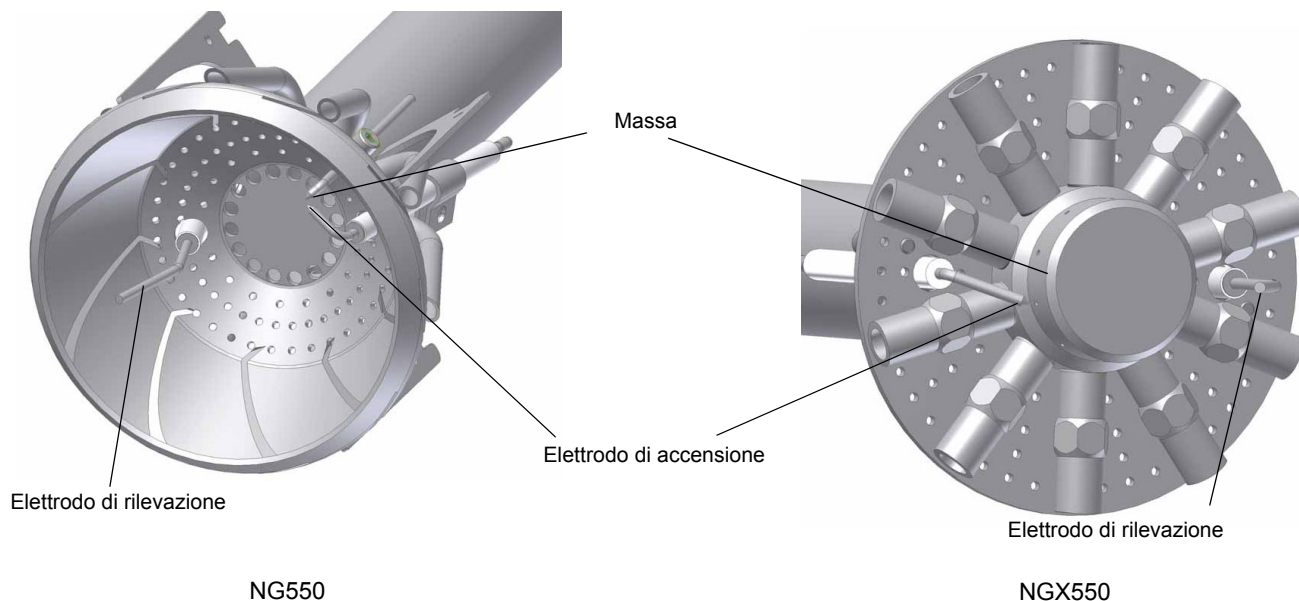
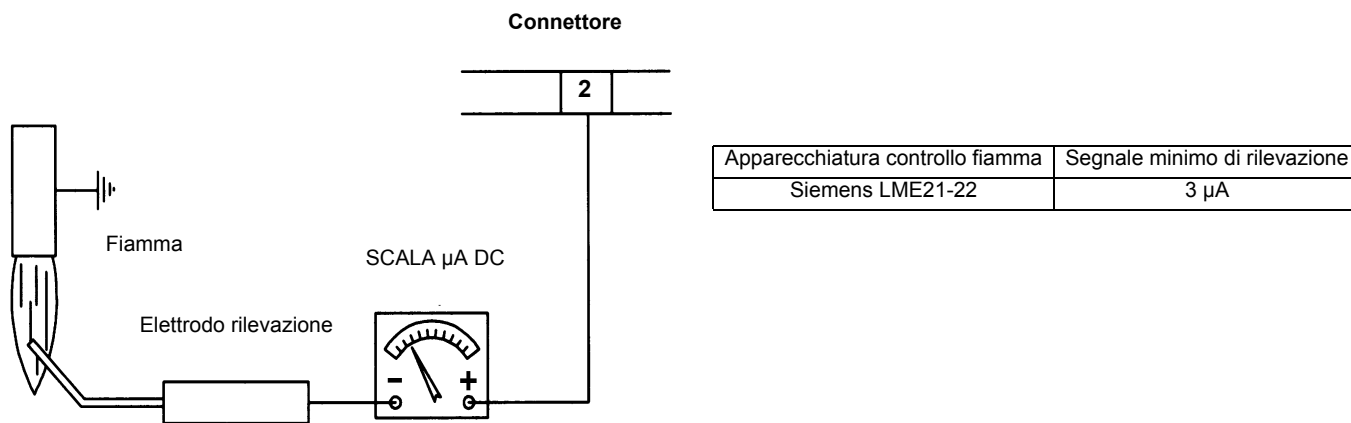

Fig. 50
Fig. 51
- Esame elettrodi di accensione e di rilevazione, pulizia, eventuale registrazione e se necessario sostituzione (vedi Fig. 50). In caso di dubbio verificare il circuito di rilevazione, dopo aver rimesso in funzione il bruciatore, seguendo lo schema in Fig. 51.
ATTENZIONE: per non compromettere il funzionamento del bruciatore, evitare il contatto degli elettrodi di accensione e rilevazione con parti metalliche (testa, boccaglio, ecc). Controllare la posizione degli elettrodi dopo ogni intervento di manutenzione sulla testa di combustione. Controllare che la distanza tra l'elettrodo di accensione e la massa sia di **4±5 mm**. (vedi Fig. 50).
Nel caso in cui il bruciatore vada in blocco, eseguire i seguenti controlli. Per misurare il segnale di rilevazione seguire lo schema in Fig. 51. Se il segnale è inferiore al valore indicato, verificare la posizione dell'elettrodo di rilevazione, i contatti elettrici ed eventualmente sostituire l'elettrodo di rilevazione.